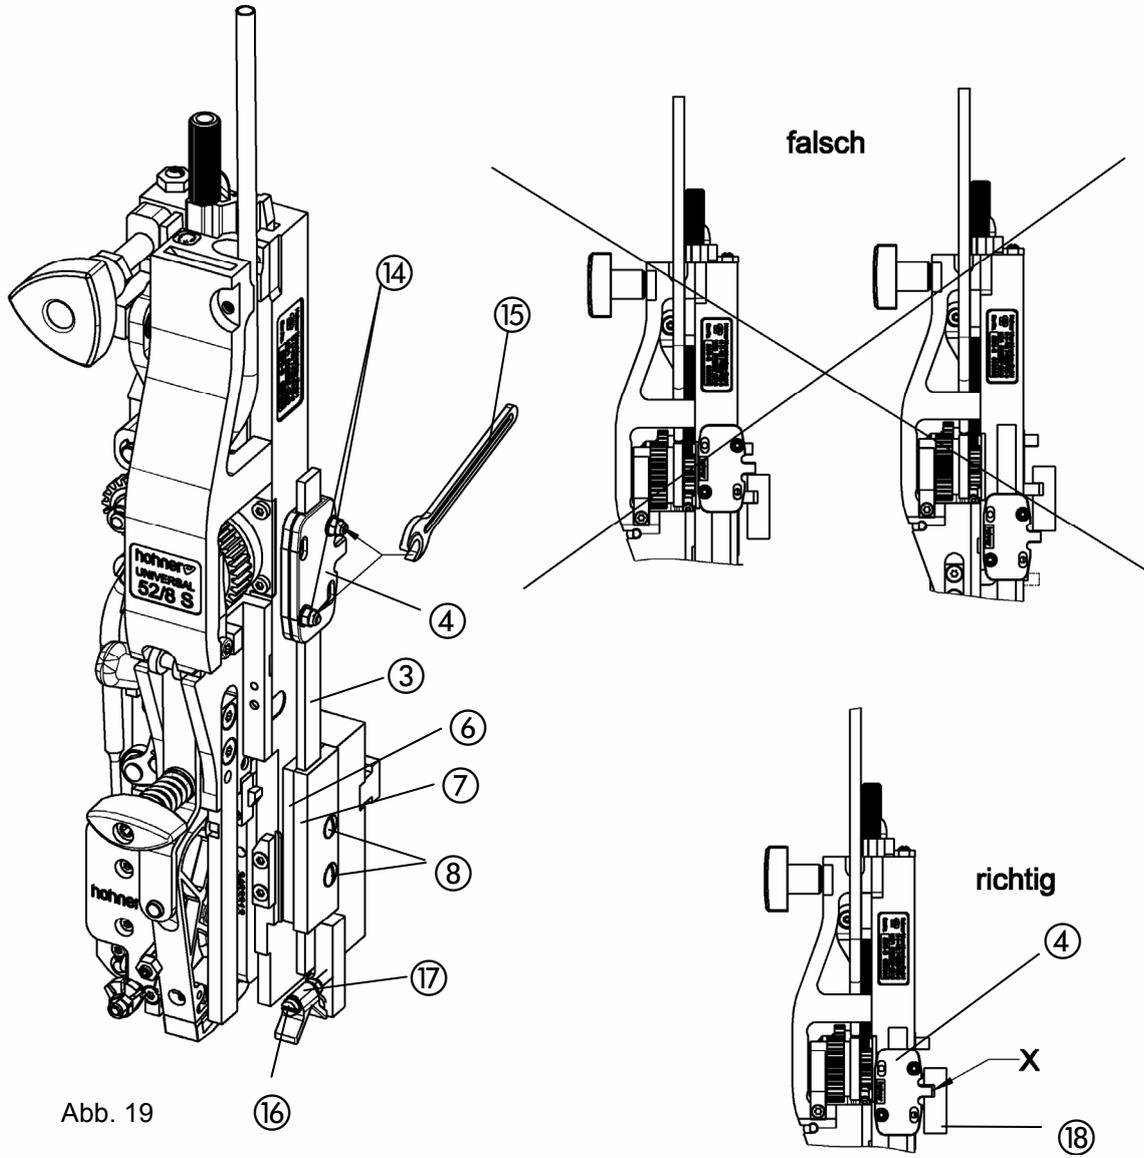

Abb. 19
- Abb. 19 -
- Niederhaltergestänge ③ mit Mitnehmer ④ zwischen Distanzplatte ⑥ und Führungsplatte ⑦ legen (Platten und Gestänge sollten leicht eingefettet sein).
- Die Schrauben ⑧ durch die Plattenbohrungen in das Gewinde am Gehäuse eindrehen und festziehen, dabei sollte das Gestänge ③ parallel zur Gehäusekante stehen.